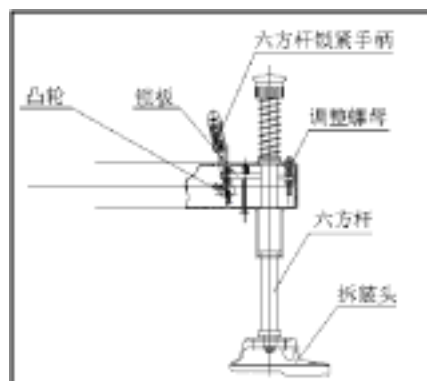

图 31
- 当六方杆锁紧手柄（如图 31）向下时，六方杆在外力和回位弹簧的作用下可以上下自由滑动；当六方杆锁紧手柄逆时针转动约 120 度时，连接在手柄上的凸轮将锁板顶起使六方杆锁死。如达不到该种情况，调节螺母的上下位置，即可实现锁紧六方杆的目的。